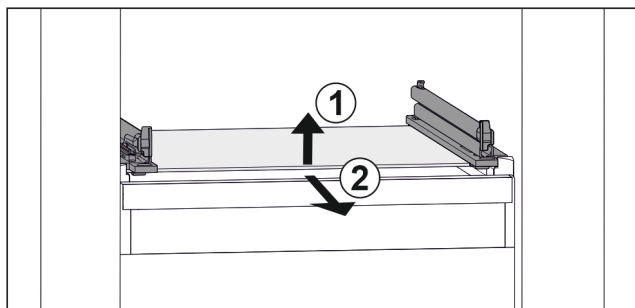

Fig. 32 Примерно изображение на стъклената плоча
- Повдигнете стъклената плоча отпред. Fig. 32 (1)
- Извадете стъклената плоча напред. Fig. 32 (2)